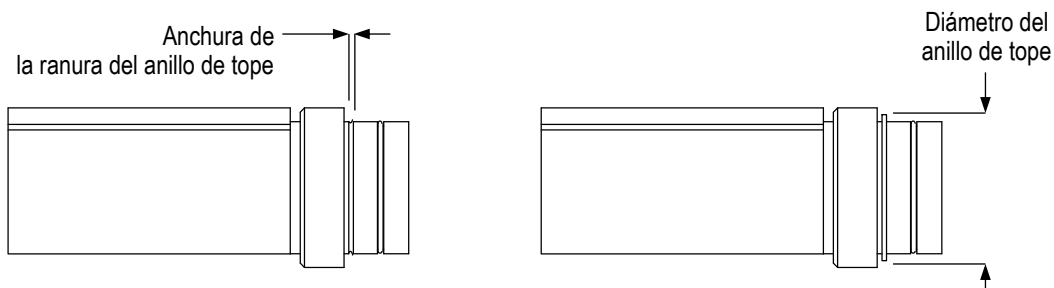

Figura 11
- Cambió la referencia en el párrafo 7 de la Figura 11 a la Figura 10